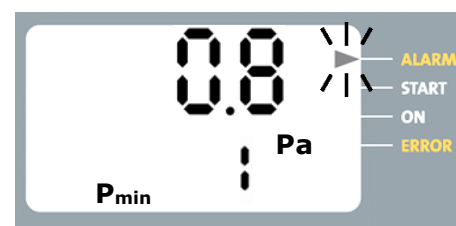

Abb. 26: Alarmzustand mit automatischem Reset
2. Dauert eine Druckunterschreitung länger als die Glättungszeit T_v , geht der DS 01 L in den Alarmzustand (Abb. 26), der Pfeil blinkt bei ALARM.